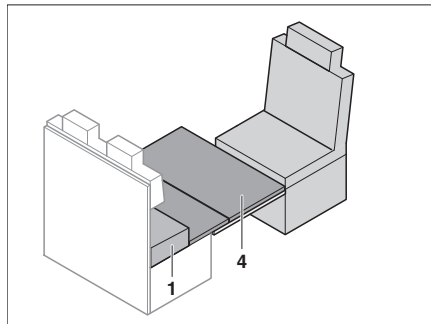

Bild 170 Lägg på underlägget för extrasängen
- Lägg underlägget för extrasängen (Bild 170,4) på bordet. Lägg då den främre kanten för underlägget för extrasängen direkt på förarstolen.